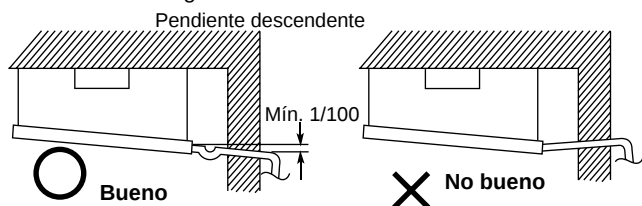

Fig. 3-97
- (3) Tras conectar el tubo de drenaje de forma segura, envuelva el aislador (adquirido en el sitio) alrededor del tubo.
(4) Asegúrese de que el tubo de drenaje tenga una pendiente descendente (1/100 o más) y prepare sifones tal y como se indica en la Fig. 3-97.